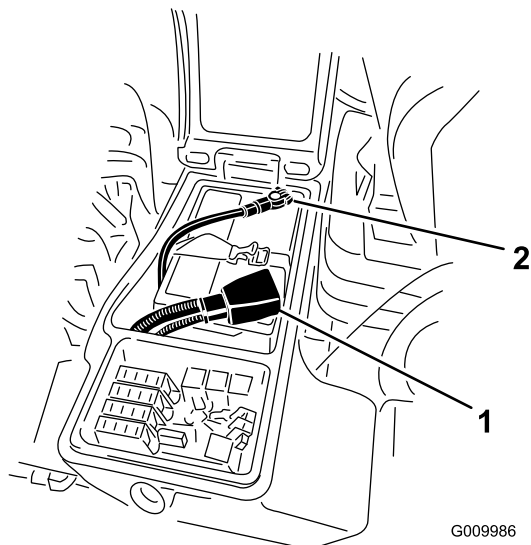

图49
- 从负极 (-) 电池端子取下负极接线黑色从正极 (+) 电池端子取下正极接线红色 图49。
- 将正极红色接线连接到正极 (+) 电池端子负极黑色接线连接到负极 (-) 电池端子 (图49)。